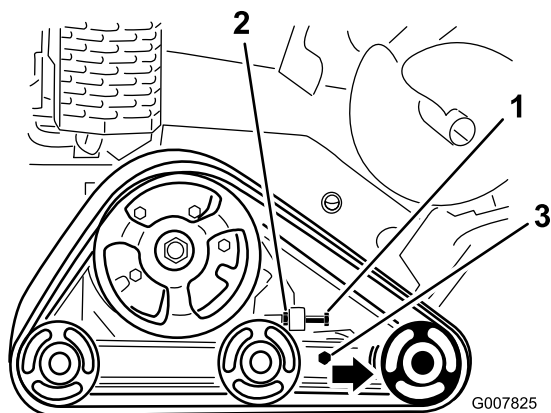

Figure 48
3. Desserrez l'écrou de blocage sur le boulon de réglage de tension de la chenille et les boulons de serrage du bras de tension (**Figure 48**).
4. Serrez le boulon de réglage de tension à un couple de 32,5 à 40 Nm pour tendre la chenille (**Figure 48**).
4. Desserrez le boulon de réglage de tension et l'écrou de blocage (Figure 48).
5. Desserrez les boulons de serrage (Figure 48).